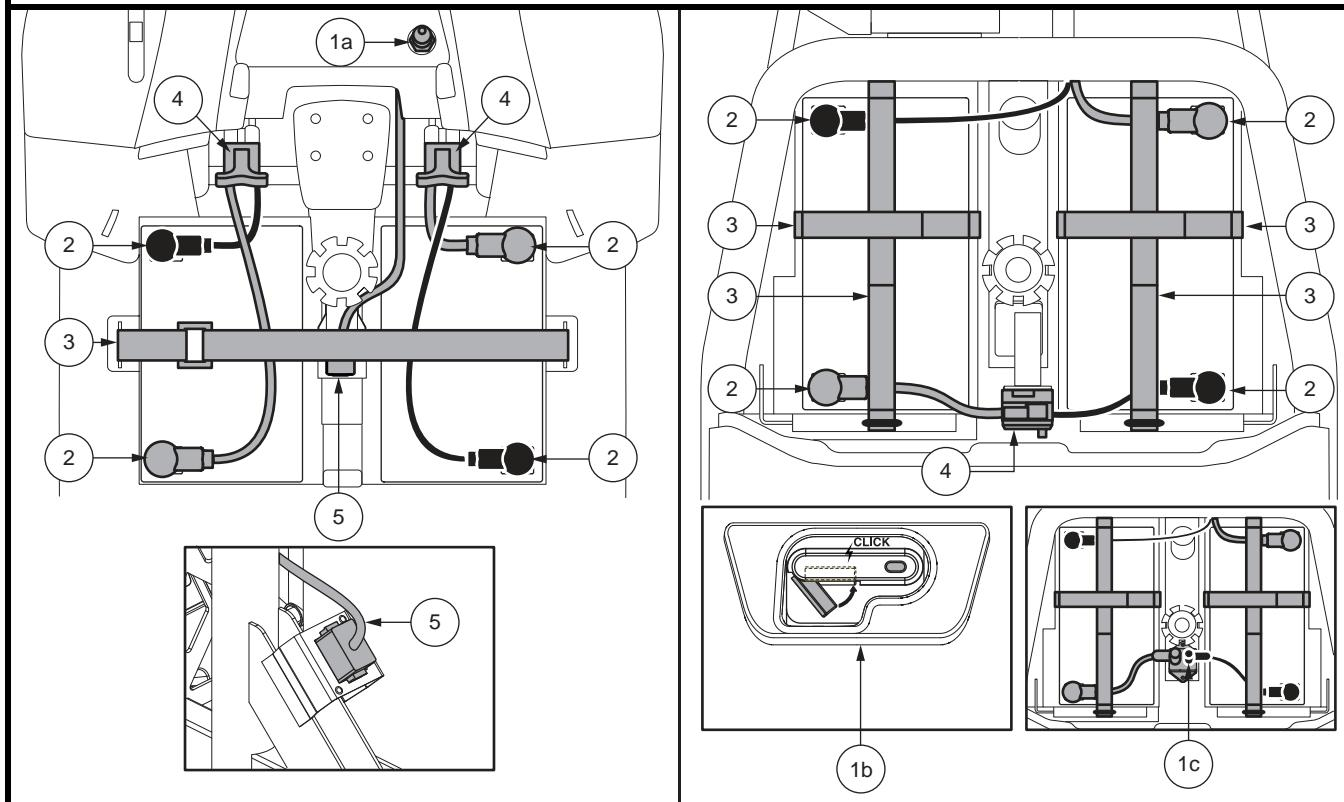

Abb. 14. Batterie Ausbau/Einbau Batteriepole und stecker
3. Bei allen Modellen AUSSER 614 und 714 ziehen Sie bitte das von vorne nach hinten verlaufende Kabel ab. Entfernen Sie beide Batteriekabel, indem Sie jedes Kabel aus seinem Gegenstecker ziehen. **Siehe Abb. 14.**
6. Legen Sie in jedes Batteriefach eine neue Batterie ein. Drehen Sie die Batterieklemmen jeder Batterie von der Sattelstütze weg, so dass die positiven (+) und negativen (-) Batterieklemmen wie in Abb. 14 angezeigt positioniert sind.